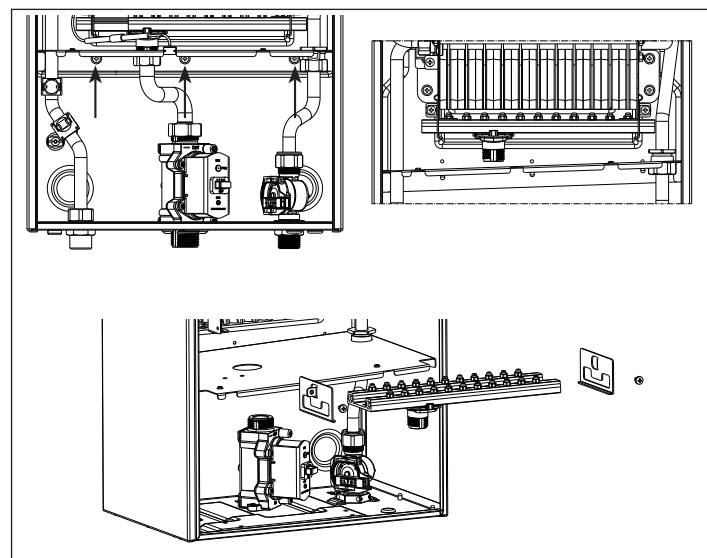

Fig. 15 - Smontaggio componenti
- Svitare le viti laterali di fissaggio del collettore, rimuovere le staffe laterali ed estrarre il collettore del gas (fig. 15)